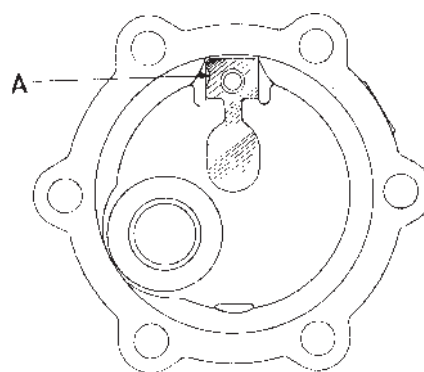

Fig. 63. Bladfjäders placering
1. Montera bladfjädern enligt fig. 63 och stopparmen. Drag skruven, dock ej hårdare än att bladfjädern ligger väl an mot pumphuset.